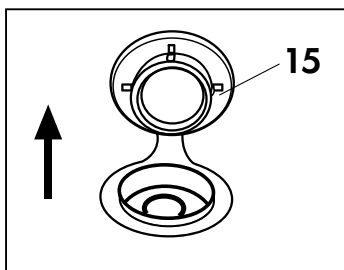

Fig. 8
Introdurre acqua di rubinetto o detersivi non schiumosi nell'apposito serbatoio sollevando il tappo (15) (Fig. 8)